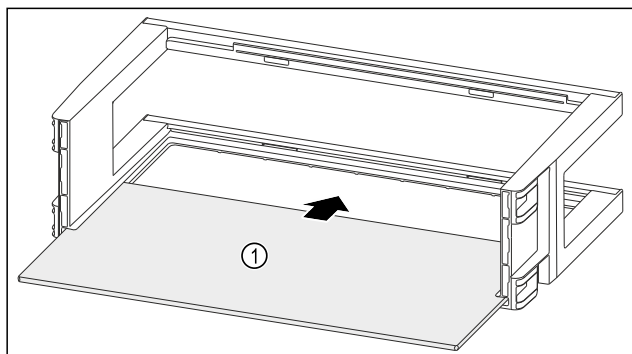

Fig. 142
- Insérer la tablette de rangement Fig. 142 (1) dans les évidements latéraux.